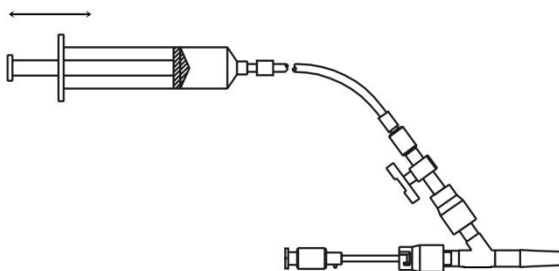

图 8 三通排气
- b) 三通球囊：连接注射器，打开充盈孔开关，经充盈孔注入生理盐水，球囊端放低位，缓慢注入液体，待球囊出现可见膨胀，回抽注射器，如有必要重复上述步骤，直至球囊导管内空气完全排出，锁闭开关。（见图 8）